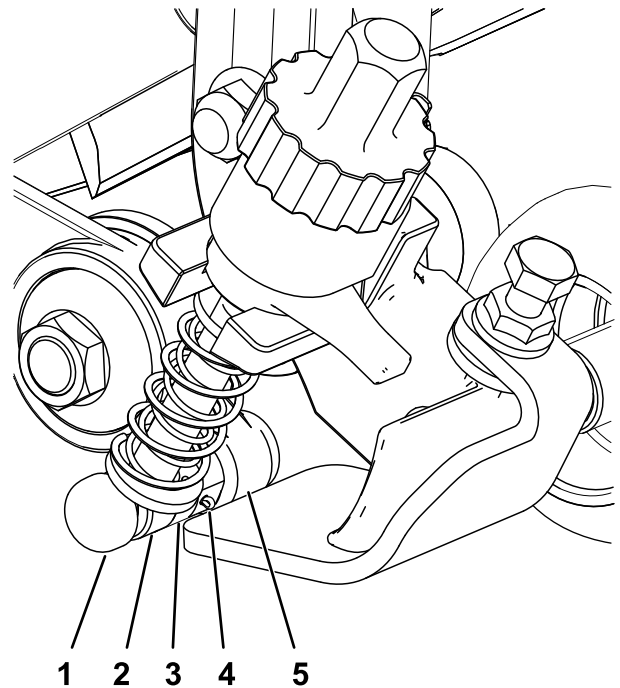

図 11
3. アイドラアセンブリ側で、刈高ブラケットのアジャスタアームのロッドを、アイドラアセンブリのアジャスタカラーに整列させ、アジャスタピンとコッターピンで固定する 図 11。